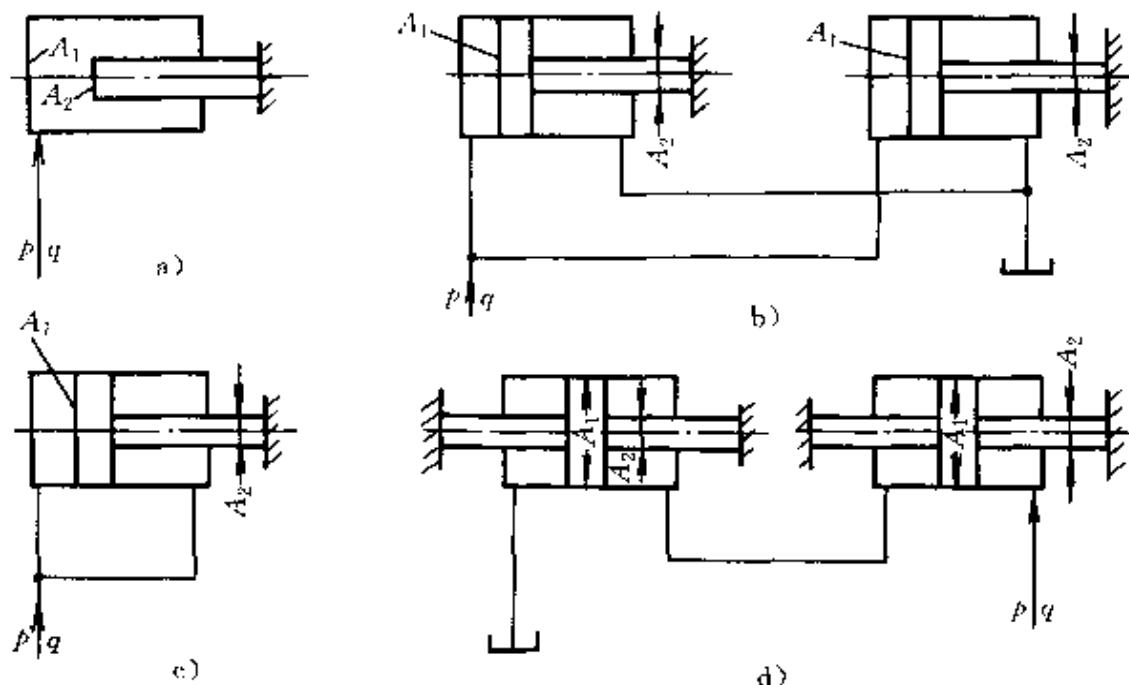

图 4-33 液压缸
**例 11** 图 4-33 所示各液压缸的供油压力  $p=2 \text{ MPa}$ , 供油量  $q=30 \text{ L/min}$ , 横截面积  $A_1=100 \text{ cm}^2$ 、 $A_2=50 \text{ cm}^2$ , (不计容积损失和机械损失) 试确定各液压缸的运动方向、运动速度和牵引力, 将结果填入表 4-11 中。